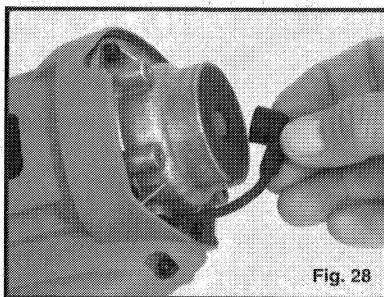

Fig. 28
- Débrancher le câble et le protecteur de bougie (voir fig. 28).